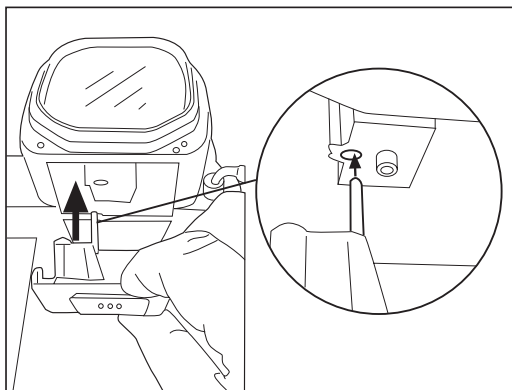

Fig. 19
- Vuelva a colocar la tolva en el cuerpo de la máquina presionando hasta que los clips encajen en su sede **(Fig19)**
NOTA: el cilindro de la tolva debe colocarse en el agujero correspondiente **(Fig.19)**